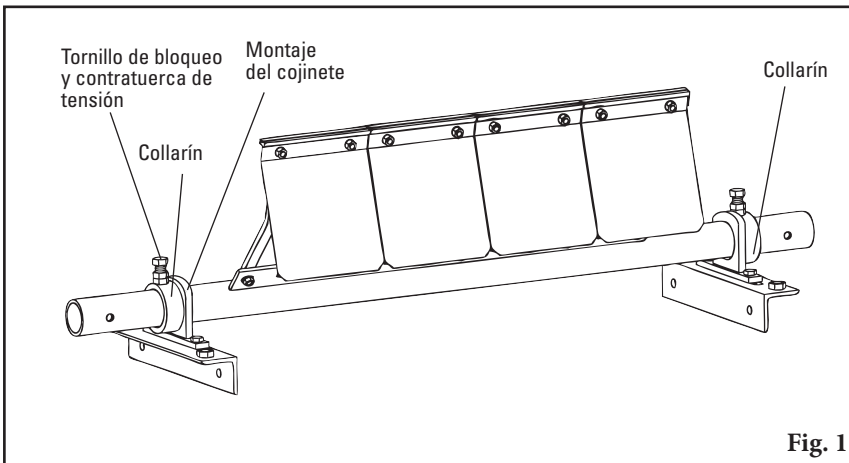

Fig. 1
- 2b. Coloque una palanca en la parte superior del eje de la polea y dibuje una línea horizontal A.** Mida hacia abajo desde la Línea A la mitad del diámetro del eje de la polea y dibuje una Línea B paralela al eje de la polea (Fig. 1).
- 2b. Coloque una palanca sobre el eje de la polea y marque con una A en la estructura.** Mida desde la marca A medio diámetro del eje de la polea y marque con una B, para ubicar el eje longitudinal del eje (Fig. 1).
- 8a. **Instale el sistema de tensión.** Con el eje girado hacia arriba para que todas las hojas hagan contacto con la polea motriz, deslice un collarín en cada extremo del eje. Coloque los collarines ajustados contra los montajes del buje y apriete el tornillo de bloqueo y contratuerca en cada collarín (Fig. 1).